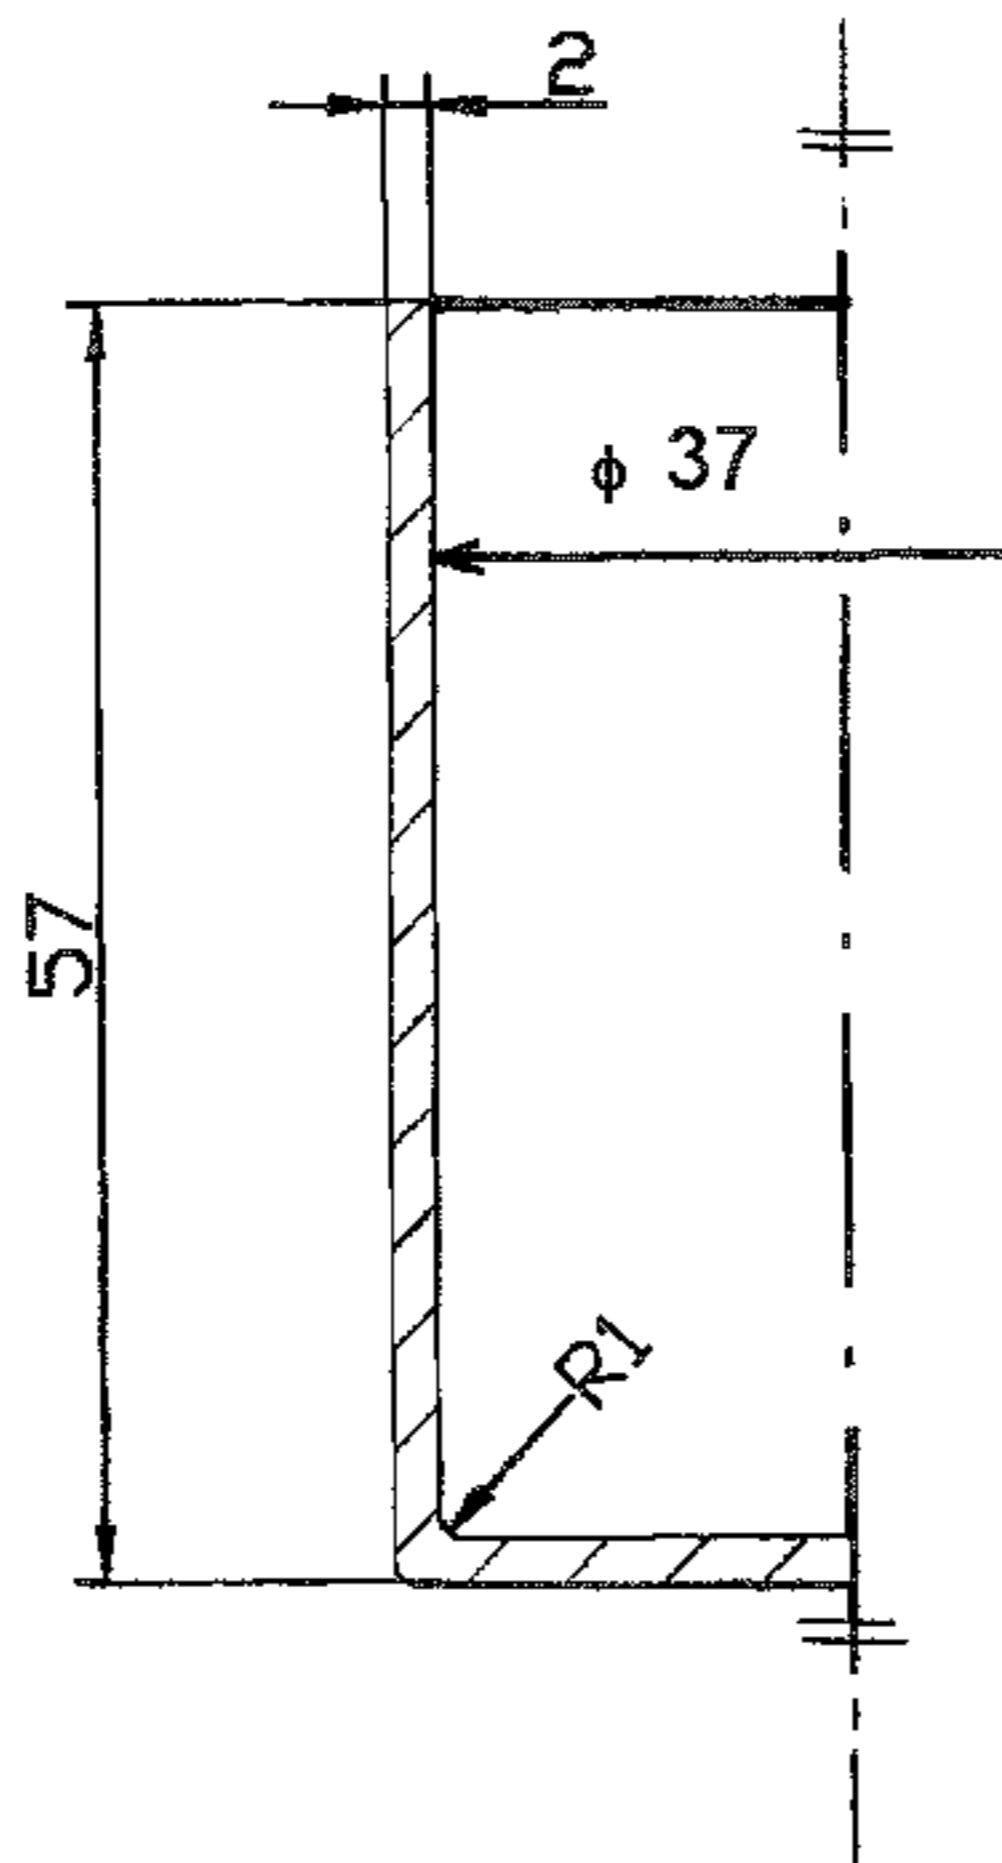

Figura 1
- 2) Definire la sequenza dei passaggi di imbutitura e delle altre eventuali lavorazioni per ottenere il pezzo finito come in figura 1 , schematizzando tutte le operazioni.